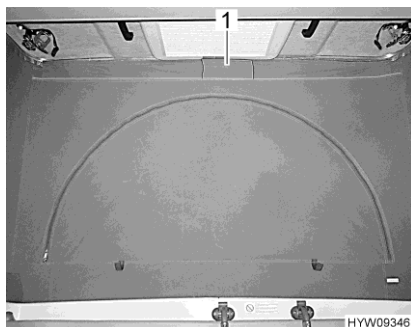

Bild 37 Ventilation (stängt)
- Lossa på tygremmens kardborrband (Bild 37,1) under sovtaket. Bakom tygremmen finns ett metalltrådsnät som insektsskydd.